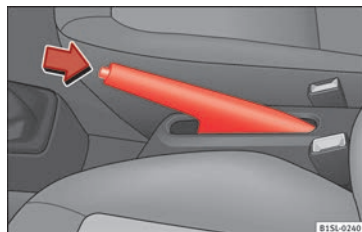

Abb. 146 Zwischen den Vordersitzen: Handbremse.
- Handbremshebel etwas nach oben ziehen und Sperrtaste drücken » Abb. 146 (Pfeil).